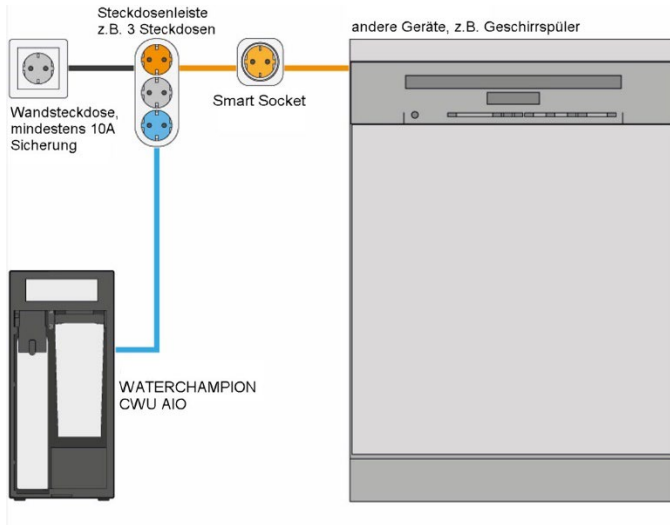

Abbildung 6: Anschluss an Smart Socket
- **Anschlüsse:** Für die Installation des VIGOUR WATERCHAMPION-Systems sind ein Wasseranschluss und ein FI-geschützter separater Stromkreis mit einem geeigneten Netzanschluss, der mit mindestens 10 A abgesichert ist, sowie eine permanente Spannungsversorgung von 230 VAC, 50/60 Hz erforderlich. Eckventile müssen bereits installiert sein. Es empfiehlt sich, Rohre vor der Installation zu reinigen. Wenn kein separater Stromanschluss zur Verfügung steht und andere Geräte, wie etwa eine Spülmaschine, an denselben Stromkreis angeschlossen sind, empfiehlt es sich, einen Zwischenstecker von VIGOUR («Smart Socket») zu verwenden, um den Stromkreis vor Überlastung zu schützen (siehe Abbildung 6). Verwenden Sie nur das direkt am VIGOUR WATERCHAMPION-System angeschlossene Stromkabel. Ein beschädigtes Stromkabel muss von VIGOUR oder von qualifiziertem, von VIGOUR geschultem Personal durch ein identisches Kabel ersetzt werden. Verwenden Sie immer den mit dem Gerät gelieferten Schlauchsatz. Der in der Installation vorhandene kann nicht wiederverwendet werden.